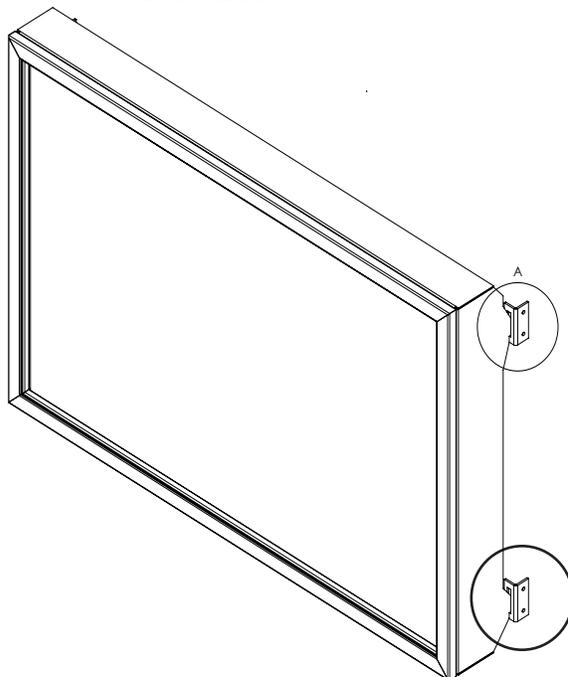

Figure 54: Installation de l'écran de sécurité sur Cabinet Support (Pièces pour plus de clarté)
2. Soulevez le visage debout devant la cheminée avec les quatre (4) crochets pointant vers la cheminée. Faites glisser les crochets dans les supports correspondants sur chaque côté de l'armoire (voir figure 54). Se assurer que les crochets sont sécurisés avant de libérer l'écran de sécurité.